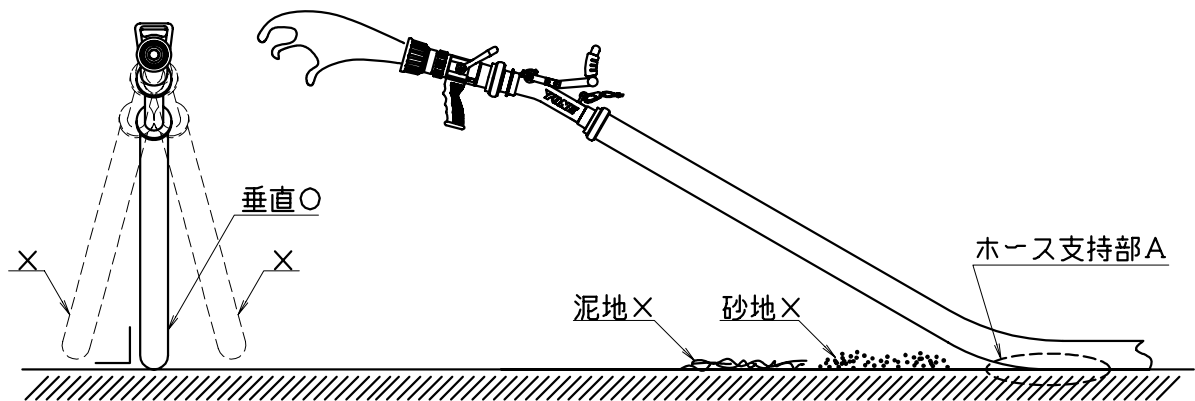

図3
4. 放水は地面に対して垂直に持ち放水して下さい。指示角度が悪いと反動力が地面に逃げず左右に振られる恐れがあります。(図3参照)